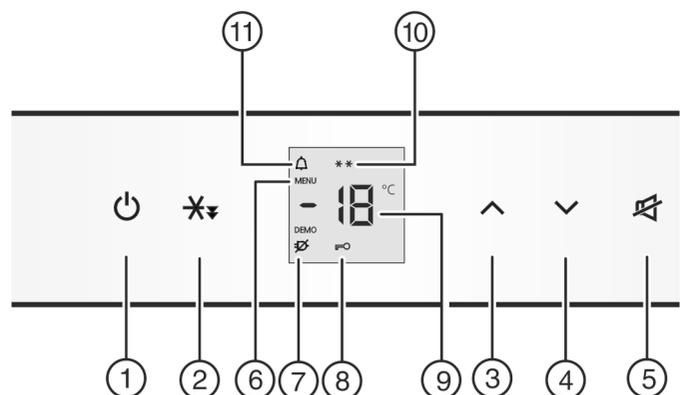

Fig. 2
- ▶ Appuyer sur la touche On/Off Fig. 2 (1).
- ▶ Activer le mode de réglage : Appuyer sur la touche de congélation rapide Fig. 2 (2) pendant 5 s environ.
- ▷ Le symbole Menu Fig. 2 (6) est allumé.
- ▶ Appuyer brièvement sur la touche de congélation rapide Fig. 2 (2) pour confirmer.
- ▶ Pour activer la sécurité enfants, appuyer brièvement sur la touche de congélation rapide Fig. 2 (2).
- ▷ Le symbole Sécurité enfants Fig. 2 (8) est allumé. L'affichage **c** clignote.
- ▶ Pour désactiver la sécurité enfants, appuyer brièvement sur la touche de congélation rapide Fig. 2 (2).
- ▷ Le symbole Sécurité enfants Fig. 2 (8) s'éteint. L'affichage **c** clignote.
- ▶ Désactiver le mode de réglage : appuyer sur la touche On/Off Fig. 2 (1).
L'affichage de la température clignote en même temps que le symbole Alarme Fig. 2 (11).
L'avertisseur sonore s'éteint automatiquement et le symbole Alarme Fig. 2 (11) et l'affichage de température arrêtent de clignoter lorsque la température est de nouveau suffisamment froide.
► Augmenter la température : appuyer sur la touche de réglage Up Fig. 2 (3).
► Diminuer la température : appuyer sur la touche de réglage Down Fig. 2 (4).